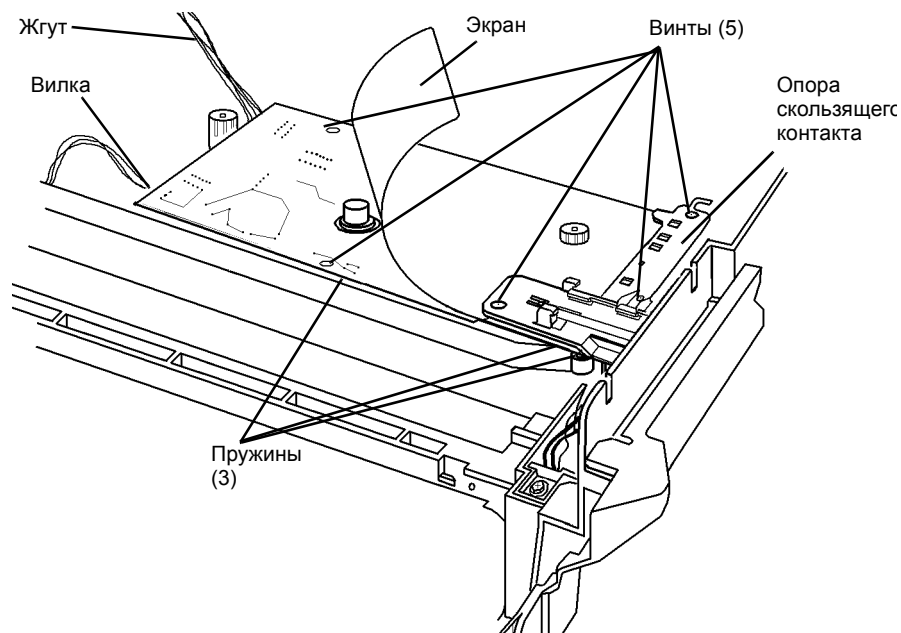

Рисунок 3 Снятие HVPS
10. Снимите HVPS (Рисунок 3).
- d. Отверните винты (5).